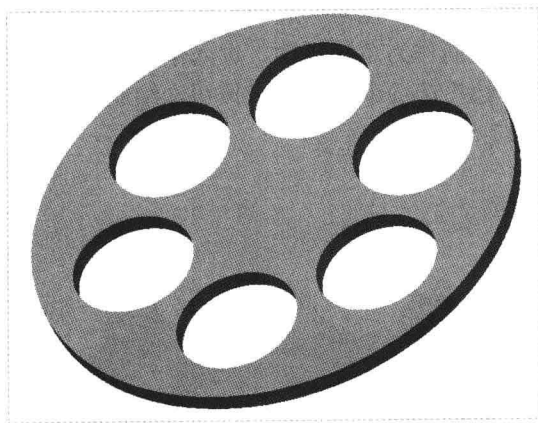

图 17-45 创建阵列特征
Step 08 在“输入第一方向的阵列成员数”和“输入阵列成员间的角度”数值框中分别输入 6 和 60，单击“应用并保存在工具中所做的所有更改，然后关闭工具操控板”按钮，完成阵列特征的创建，如图 17-45 所示。